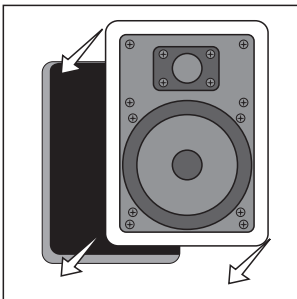
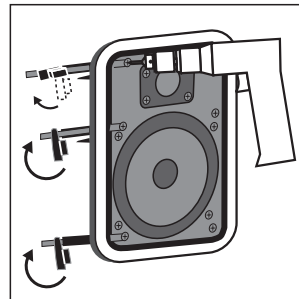

FIGURE 13
FIGURE 14
- Loosen the rotating wall clamps by unscrewing them. Make sure that the rotating wall clamps are flipped inwards so that your speaker fits into your cutout without nicking your wall. Then place the speaker carefully into the cutout [figure 13]. If you have a level, use it to help you correctly align the speaker. Tighten the wall clamp screws with a screwdriver. This will rotate the wall clamps and secure the speaker to the wall. Hint—on the TC615i model, tighten the CENTER SCREWS BEFORE TIGHTENING THE CORNERS FOR THE MOST FLUSH FIT TO YOUR WALL. **DO NOT OVERTIGHTEN THE WALL CLAMP SCREWS** [figure 14].
- Desserrez les crampons rotatifs en les dévissant. Assurez-vous que les crampons rotatifs sont dirigés vers l'intérieur de façon à ce que votre haut-parleur puisse pénétrer l'embrasure sans érafler le mur ou le plafond. Placez ensuite délicatement le haut-parleur dans l'embrasure [figure 13]. Alignez correctement le haut-parleur à l'aide d'un niveau. Resserrez les vis des crampons avec un tournevis; cela fera tourner les crampons qui fixeront solidement votre haut-parleur au mur ou au plafond. Conseil: pour le modèle TC615i **RESSERREZ LES VIS DU MILIEU AVANT DE RESSERRER LES VIS DES COINS—LE HAUT-PARLEUR SERA AINSI MIEUX AFFLEURE. NE SERREZ PAS TROP LES VIS DES CRAMPONS** [figure 14].